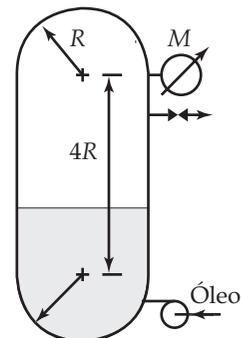

Figura Ep1.39
**Ep1.39** Um tanque cilíndrico com raio igual a 1,2 m contém ar, inicialmente, na pressão absoluta de 2 bar e a  $20^\circ\text{C}$ . Veja a Figura Ep1.39. Mantendo a válvula fechada, óleo com densidade relativa igual a 0,82 é bombeado vagarosamente para o interior do tanque até ocupar  $2/3$  do seu volume, em um processo que pode ser considerado isotérmico.